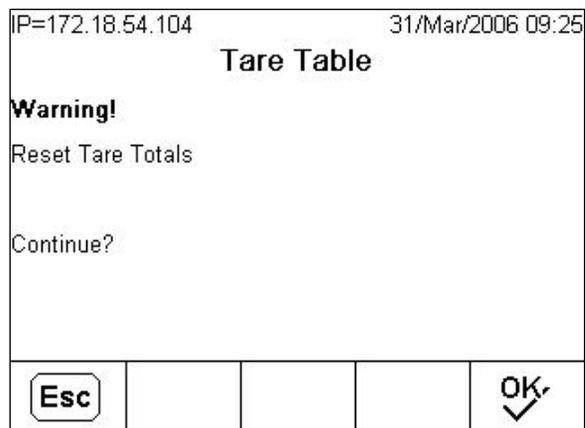

Figura C-17: Schermata di avviso di reimpostazione dei totali della tabella tare
2. Una volta premuto **C***, viene visualizzata la schermata come in Figura C-17.